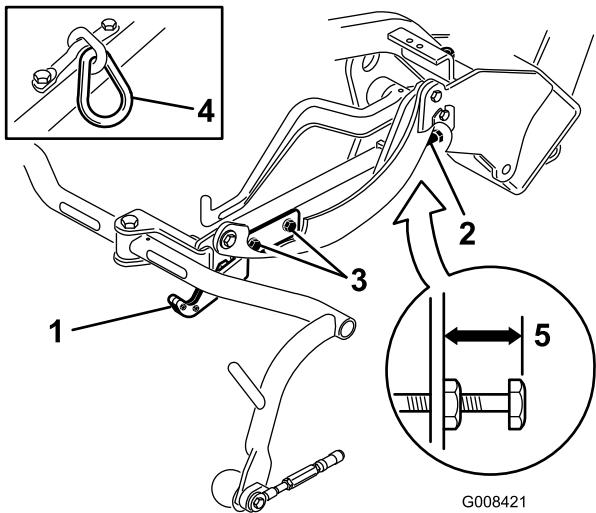
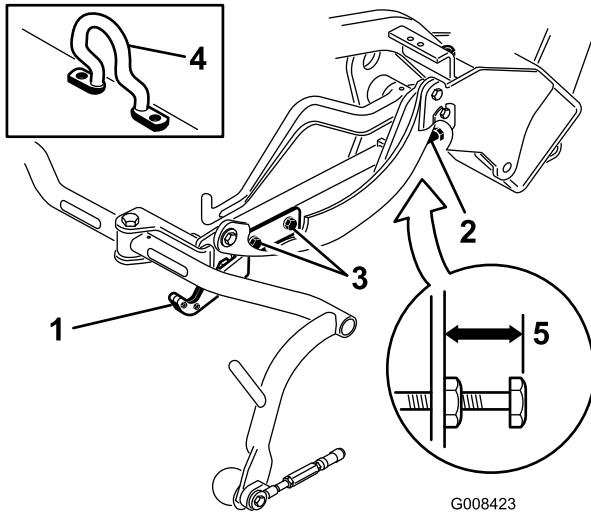
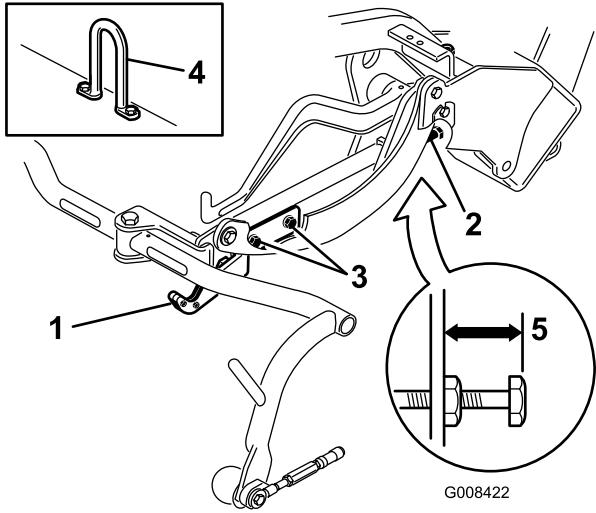

Figura 19
Figura 21
Figura 20
Compruebe la altura de transporte (Figura 19 y Figura 20) y ajústela, si es necesario.
- En unidades de corte equipadas con un gancho de elevación con eslabón de cadena o recto (Figura 19 y Figura 20) compruebe que la distancia entre la parte superior del tornillo de ajuste del bastidor de tiro y el borde trasero del bastidor de tiro es de 22 mm. Si la distancia no es de 22 mm, continúe con el paso 4. Si la unidad de corte está equipada con un gancho de elevación acodado, (Figura 21), continúe con el paso siguiente.
3. En unidades de corte equipadas con un gancho de elevación acodado (Figura 21, detalle) compruebe que la distancia entre la parte superior del tornillo de ajuste del bastidor de tiro y el borde trasero del bastidor de tiro es de 25 mm. Si la distancia no es de 25 mm, continúe con el paso 4.
4. Afloje los tornillos de montaje de la pletina de transporte (Figura 19, Figura 20 y Figura 21).
7. Si los bastidores de tiro no están a la misma altura, afloje la contratuerca del tornillo de ajuste del bastidor de tiro (Fig. Figura 19, Figura 20 y Figura 21). Gire el tornillo hacia fuera para elevar y hacia dentro para bajar. Apriete la contratuerca después de obtener la altura correcta.